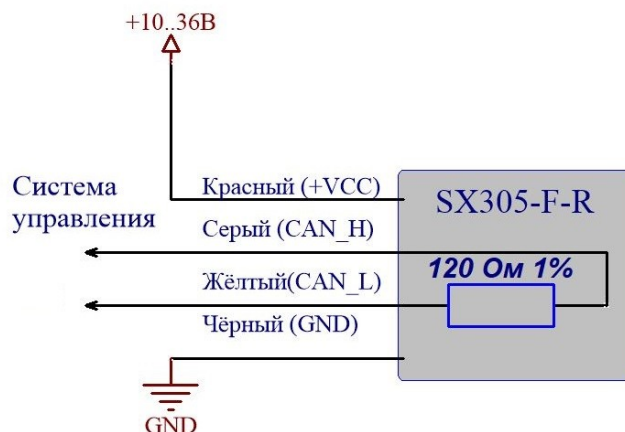

Рисунок 5: Оконечное включение в CAN шину.
7. Для оконечного включения в шину CAN используется датчик исполнения SX305-F, схема включения которого показана на Рисунок 5. Датчик исполнения SX305-F имеет встроенный оконечный резистор номиналом 120 Ом. Аналогичный резистор необходимо устанавливать на другом конце CAN шины — на стороне управляющего контроллера.